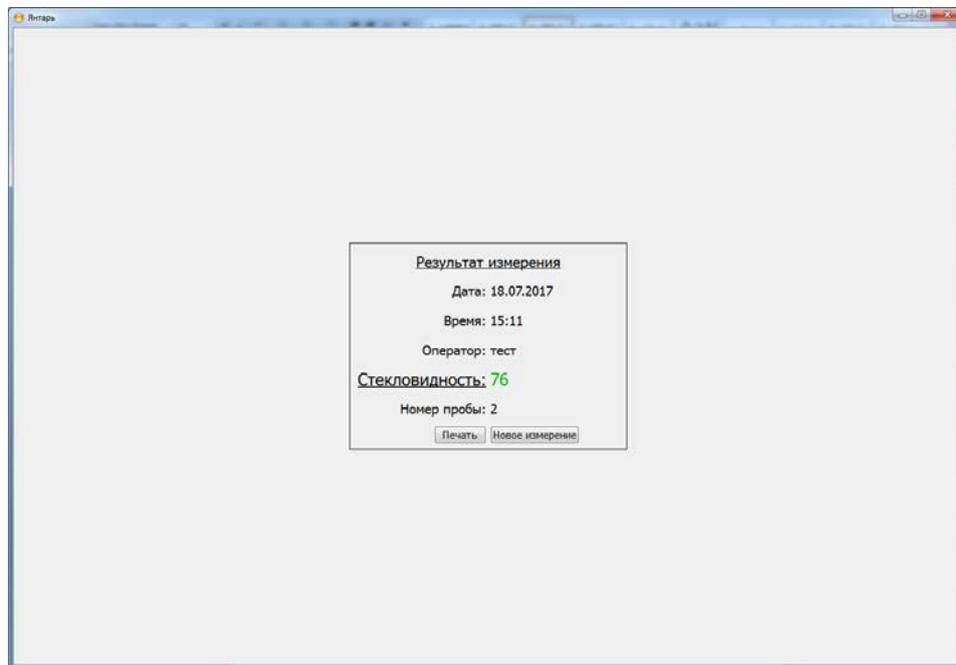

Рисунок 6.7. Результат измерения
-после выбора стекловидных и мучнистых зёрен необходимо нажать кнопку «Рассчитать». Результаты определения стекловидности отобразятся в открывшемся окне «Результат измерения» (Рисунок 6.7);